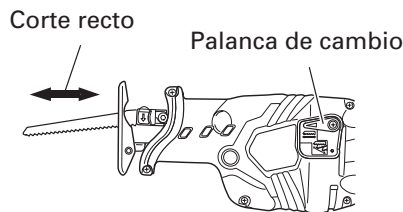
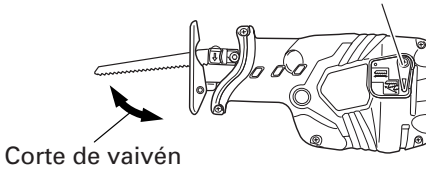

Fig. 16
Fig. 17
Por un lado el corte recto, en el cual la hoja de sierra se mueve linealmente, y el segundo es el corte de vaivén, en que la hoja de sierra oscila como un péndulo. (Fig. 16, 17)
El corte recto puede realizarse ajustando la palanca de cambio en el sentido de la anchura. Normalmente el corte recto se utiliza para cortar materiales duros como el metal, etc. (Fig. 16)
Podrá realizar el corte de vaivén ajustando la palanca de cambio en sentido longitudinal. Normalmente el corte de vaivén se utiliza para cortar materiales blandos como madera, etc. El corte de vaivén puede realizarse eficientemente dado que la hoja de sierra muerde el material con firmeza (Fig. 17)
- (3) Utilice el cuadrante para ajustar la velocidad de la hoja de sierra a los materiales y a otras condiciones de trabajo.
- (4) Podrá cortar con suavidad si ajusta la posición de la palanca de cambio a corte recto. (Fig. 16)
- (2) Podrá cortar con eficiencia si ajusta la velocidad de la hoja de sierra a "5" de la escala del cuadrante.
- (3) Para cortar con eficiencia, se recomienda ajustar la posición de la palanca de cambio a corte de vaivén (Fig. 17). Alternativamente, podrá realizar cortes bien definidos si ajusta la posición de la palanca de cambio a corte recto (Fig. 16).